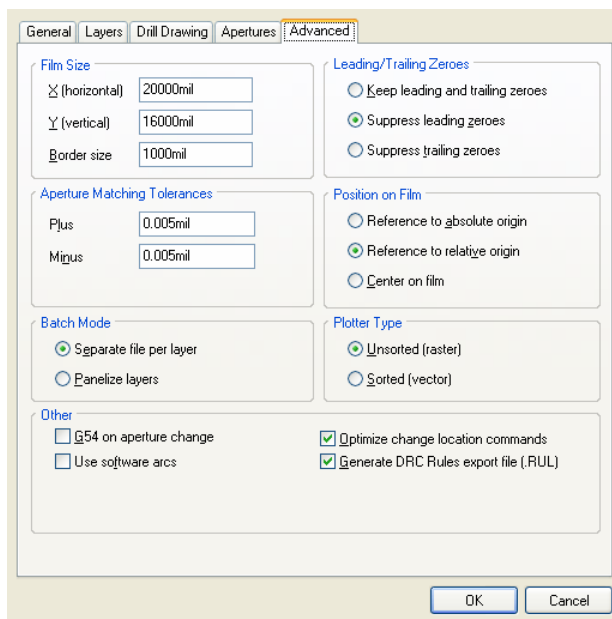

图 9.5 “Advanced”选项卡
(14) 选择 “Embedded Apertures” 选项，设置自动建立光圈表，然后按照 “RS274X” 标准将光圈表嵌入到 Gerber 文件中。
(15) 单击 “Advanced” 选项卡标签，打开如图 9.5 所示的 “Advanced” 选项卡，该选项卡用于设置与光绘胶片相关的选项。